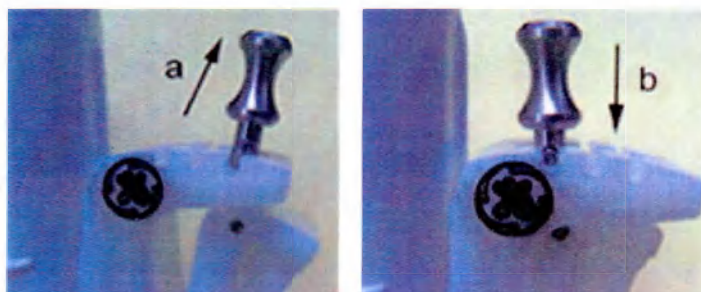

Рис. 11-23. Оттягивание ручки вверх и нажатие на нее
2. Потяните регулятор (Figure 11-23 а), чтобы свободно перемещать крепление направляющей. Совместите ручку с выбранным положением крепления направляющей иглы.
Вставьте регулятор (Figure 11-23 b) в нужное гнездо, чтобы зафиксировать положение угла крепления направляющей.